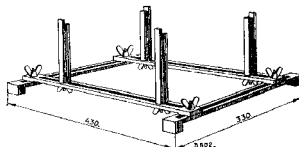

Fig. 2
1. Ingeval men het chassis van de beugels neemt, gebruik dan bij reparatie een montagebankje, bij voorkeur het universeelbankje (fig. 2), Code No. 09.991.000.